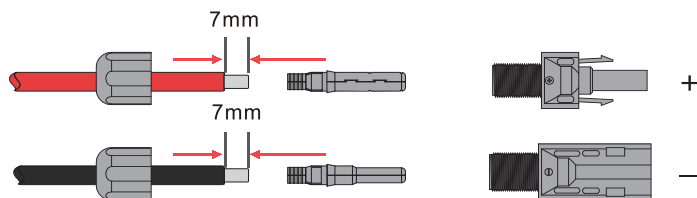

Figura 4.1-1 Cables y enchufes FV
**Paso 1.** Pele el aislamiento del cable fotovoltaico 7 mm, desmonte la tuerca de sombrerete del conector y pase un cable fotovoltaico por la tuerca de sombrerete del conector. Repita esta operación con todos los cables FV, prestando especial atención a la polaridad del conector, tal y como se muestra en la Figura 4.1-1.